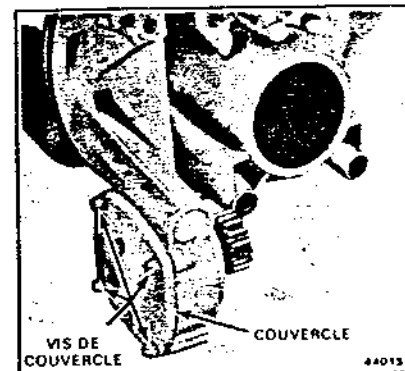

Figure 6-10
2. Desserrer les quatre vis du couvercle (Figure 6-10) et vidanger l'huile.